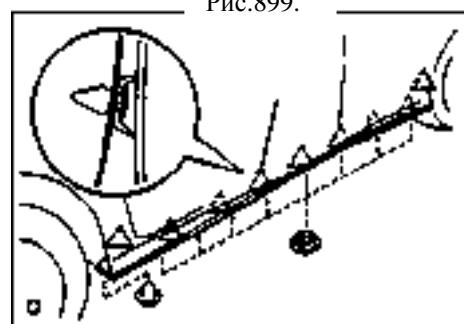

Рис.899.
- (a) Снимите 8 зажимов специальным инструментом (рис.899).